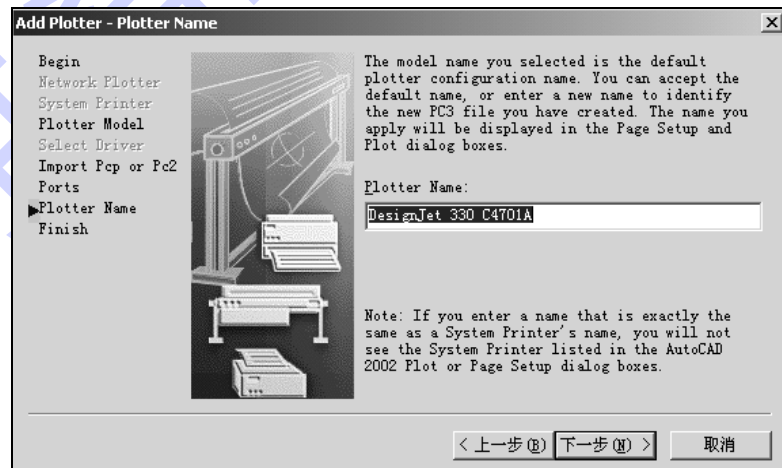

图 10-8 Add Plotter – Plotter Name 对话框
(7) 在 Add Plotter – Ports 对话框中设置合适的端口（如 LPT1），单击“下一步”按钮。随后弹出如图 10-8 所示的 Add Plotter – Plotter Name 对话框。